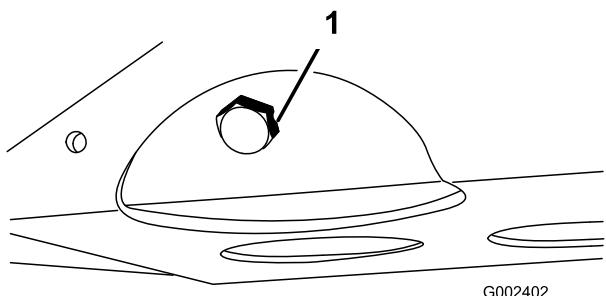

Рисунок 44
- Снимите сливную пробку и дайте маслу вытечь в сливной поддон (Рисунок 44).